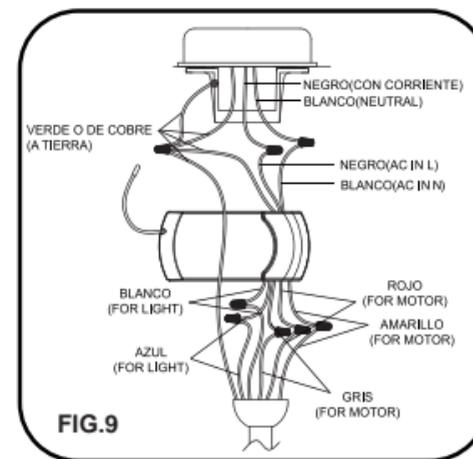

FIG.9
Paso 2. Conexiones eléctricas de los cables de suministro del receptor a la casa: conecte el cable BLANCO (neutro) de la caja de distribución al cable BLANCO marcado 'AC in N' del receptor. Conecte el cable NEGRO (corriente) de la caja de distribución al cable NEGRO marcado 'AC in L' del receptor. Fije todas las conexiones con las tuercas de plástico incluidas. (Fig.9)
Paso 3. Si su caja de distribución tiene un cable de TIERRA (verde o cobre desnudo), conecte este cable a los cables de tierra del Hanger Ball, Hanger Bracket y Receptor. Si su caja de distribución no tiene un cable de tierra, entonces conecte entre sí los cables de tierra del Hanger Ball, Hanger Bracket y Receptor. Asegure la conexión con el conector plástico para cables provisto. (Fig.9)